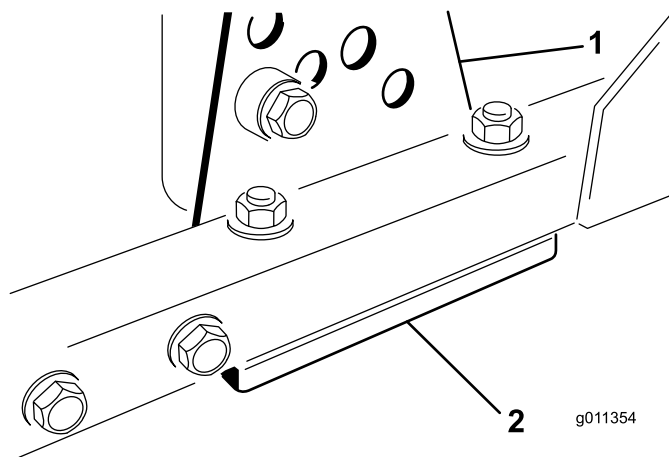

図 13
1. 刈り高ブラケット（前、左、右のうち1つ）をデッキのフレームから外す（図 13）。
2. デッキのフレームとブラケットとの間に 1.5 mm または 0.7 mm のシムを入れて調整する（図 13）。